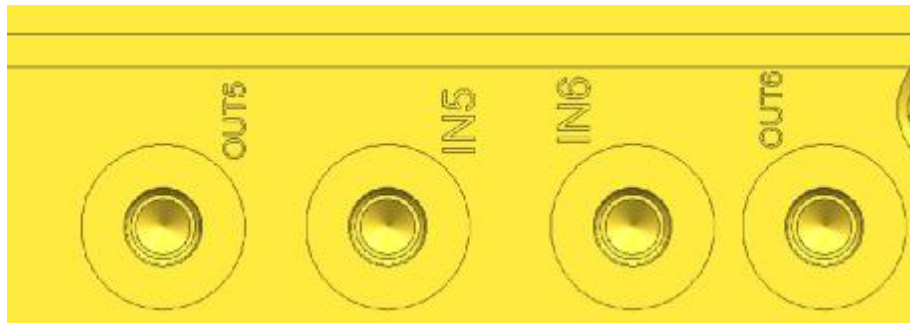

图 8-3 进、出水要刻上编号
- 5) 降低入水口与出水口的温差。入水，出水温差会影响模具冷却的均匀性，故设计时应标明入水，出水方向，模具制作时要求在模坯上标明。如图 8-3 所示。运水流程不应过长，防止造成出入水温差过大；